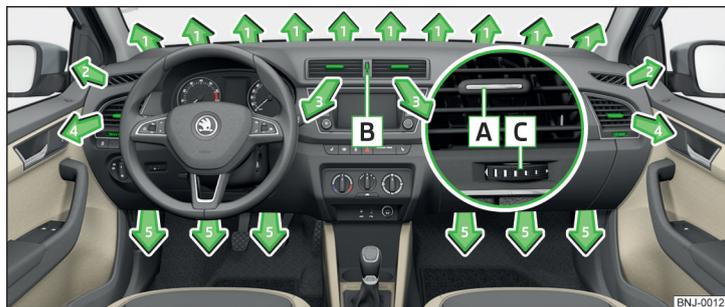

Fig. 101 Diffuseurs d'air
Les diffuseurs d'air **3** et **4** » fig. 101 offrent la possibilité de modifier la direction du débit de l'air et peuvent s'ouvrir et se fermer séparément.
- Pour modifier la hauteur du flux d'air, faites pivoter les lamelles horizontales à l'aide de l'élément de réglage coulissant **A** » fig. 101 ou vers le haut ou vers le bas.
- Faites tourner le sélecteur **B** vers le haut » fig. 101.
- Faites tourner le sélecteur **B** vers le bas » fig. 101.
Réglage de la direction du débit d'air	Diffuseurs actifs » fig. 101